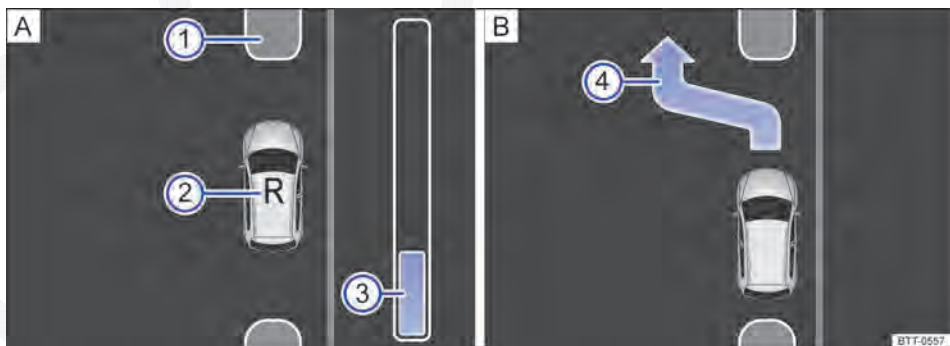

Fig. 169 No display do instrumento combinado: processo de saída da vaga de estacionamento paralela à pista.
Legenda para Fig. 169:
6.	Conduzir em marcha a ré até o sinal de alerta contínuo do Park Pilot, OU: até que apareça a solicitação para conduzir para frente no display do instrumento combinado. As barras de etapas ⇒ Fig. 169 ③ mostram a distância a ser conduzida ⇒ Página 247.